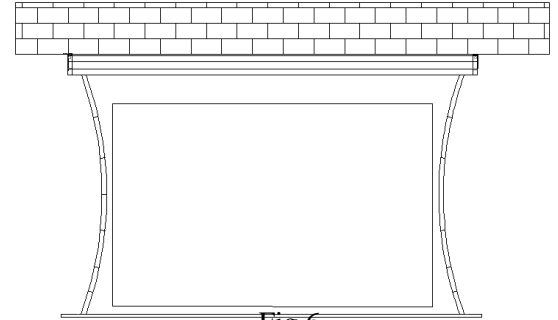

Fig.6
3. Überprüfen Sie mit einer Wasserwaage ob die Leinwand perfekt montiert ist( Fig. 6).